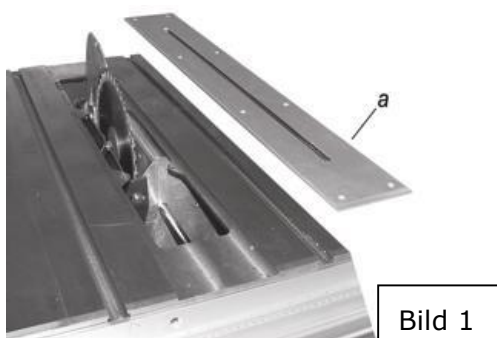

Bild 1
- Ta bort de **8** skruvarna från bordsinsatsen (**a**) och ta ut den. **-Bild 1-**